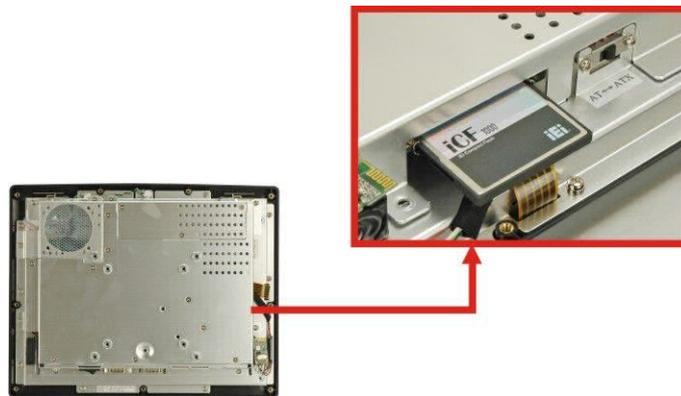

Abbildung 4-3: CF-Karten-Slot
Schritt 1: Stecken Sie die CF Karte in den CF-Karten-Slot an der rechten Seite des Touch Panel PC. (**Abbildung 4-3**)